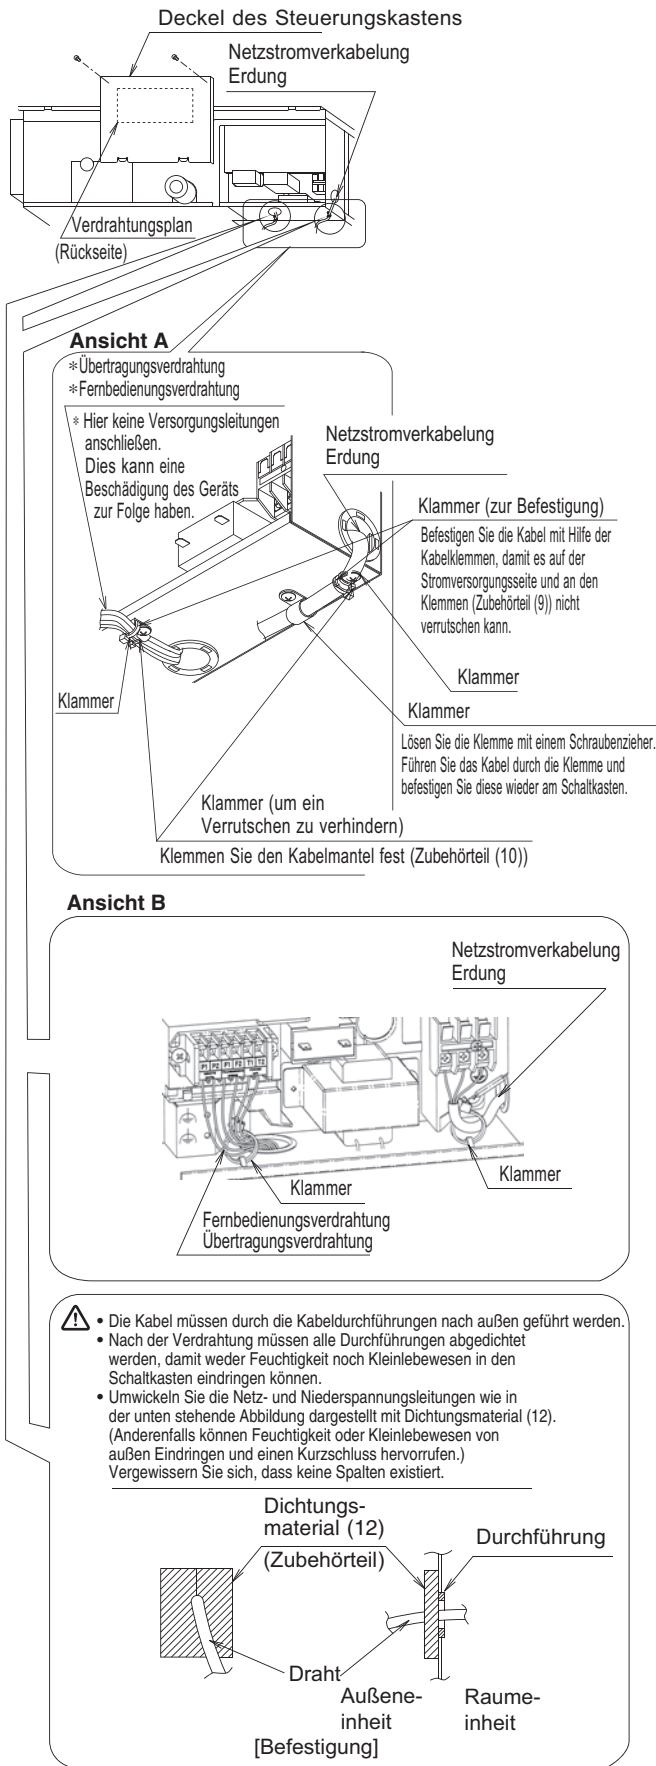

Abb. 17
Sichern Sie die Kabel mit den als Zubehör erhältlichen Kabelklemmen (9) (10) wie in Abb. 17 dargestellt, damit kein Zug auf die Anschlüsse der Kabel entsteht.
- Ehe die Anschlüsse vorgenommen werden, muss der Deckel des Steuerkastens, wie in Abb. 17 dargestellt, entfernt werden, siehe Ansicht A oder B je nach dem Typ der Einheit.
- Verwenden Sie zur Befestigung der Verkabelung, wie in der Abb. 17 dargestellt, die mitgelieferten Kabelbinder (9) (10), um zu verhindern, dass von außen Zug auf die Kabelanschlüsse ausgeübt werden kann.